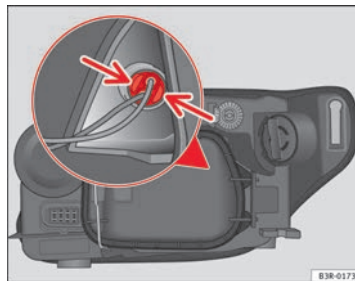

Abb. 196 Standlicht
- Leichten Druck auf die Laschen des Lampenträgers → Abb. 196 ausüben und zum Deckel hin ziehen (kann auch durch Ziehen an den Kabeln des Lampenträgers entnommen werden).